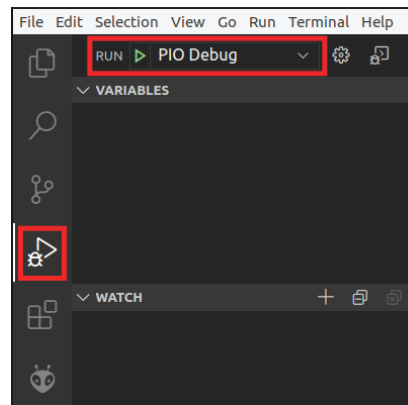

Figura 46. Iniciar el depurador
4. Haga clic en el botón "Ejecutar" . Inicie el depurador haciendo clic en el botón de reproducción  (compruebe que la opción "PIO Debug" esté seleccionada). Este botón se encuentra cerca de la parte superior de la ventana (véase la Figura 46). El programa primero compilará y luego comenzará la depuración. PlatformIO establece un punto de interrupción temporal al principio de la función